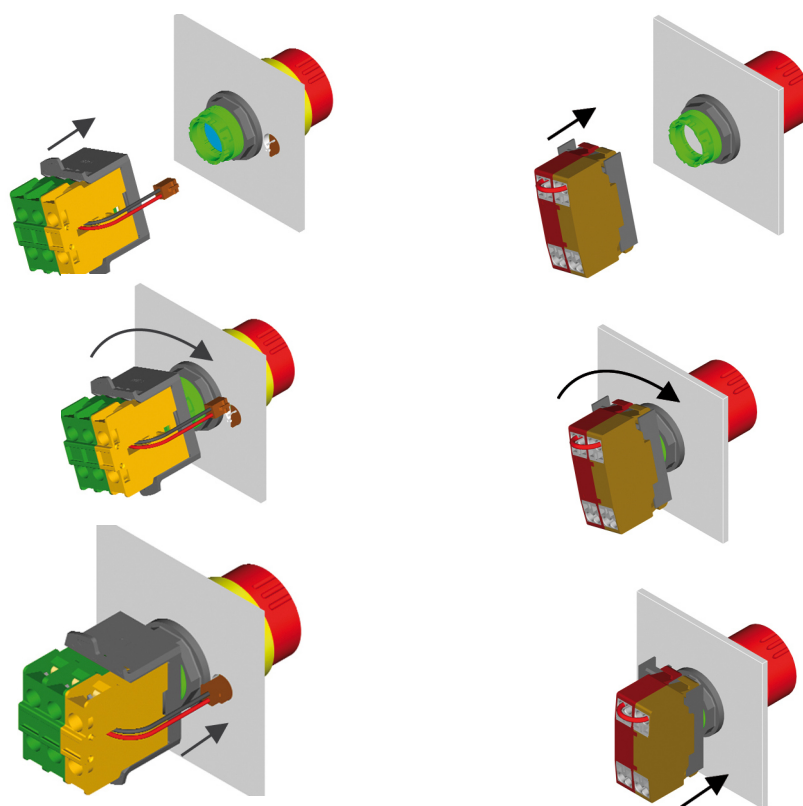
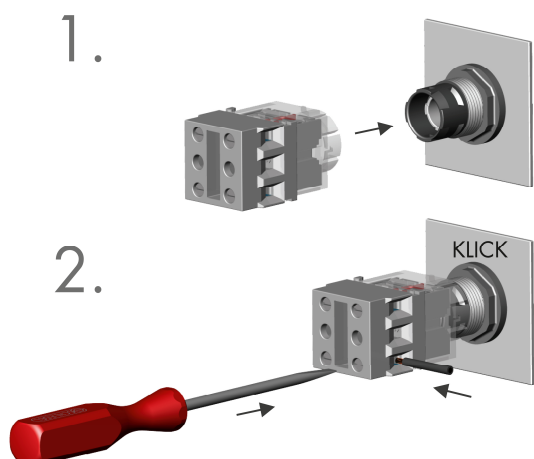

Fig. 3a : schéma de montage MT...
Fig. 6 : connexion BTK...
- 5) Enfiler le bloc de contact (MT..., MK..., DT..., DST..., DMS..., DMT..., ET...) sur le col de l'actionneur et l'encliqueter par un mouvement de rotation (figure 3a, 3b) ou des blocs de contact (AT..., BT..., PTF..., FRTP...) en appuyant dessus (figure 6, 7, 8).